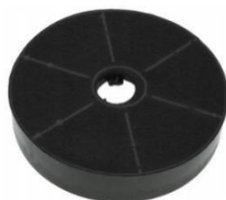

Рис. 8
2) Рециркуляции (рис. 7b) – внутренняя циркуляция воздуха через угольный фильтр (рис. 8). Вытяжка в данном случае не подключается к вентиляционной шахте и, таким образом, воздух просто прогоняется через вытяжку внутри кухни.
В этом режиме на вытяжку должен быть установлен угольный запахоулавливающий фильтр «Soft» (1 шт.) или «Универсальный» (1 шт.) (рис. 8). Эти фильтры не входят в комплект вытяжки и приобретаются отдельно. Угольный фильтр следует менять не реже, чем раз в 3-4 месяца (в зависимости от интенсивности приготовления пищи). Использование вытяжки в режиме рециркуляции снижает ее производительность.